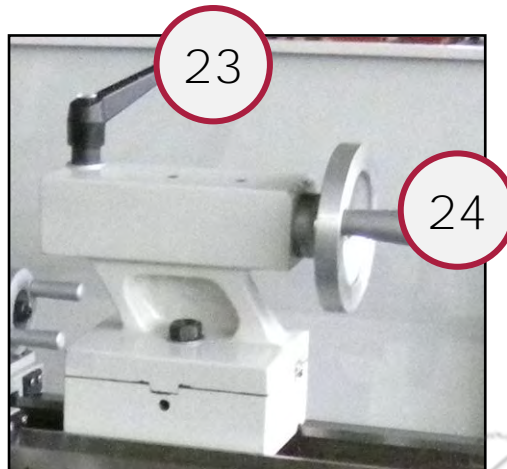

Figura 23 – Leva e volantino contropunta.
3. **Se necessario, bloccare l'estremità opposta del pezzo tramite la contropunta.** A tal proposito, regolare la posizione della contropunta e del canotto, utilizzando la leva ed il volantino di fissaggio appositi (Figura 23).